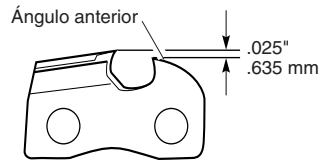

Figura 23 - Redondeo del ángulo anterior de la medida de profundidad
3. Retire el calibrador de medida de profundidad. Utilice una escofina plana para redondear la esquina frontal de la medida de profundidad del elemento de corte (vea la Figura 23).